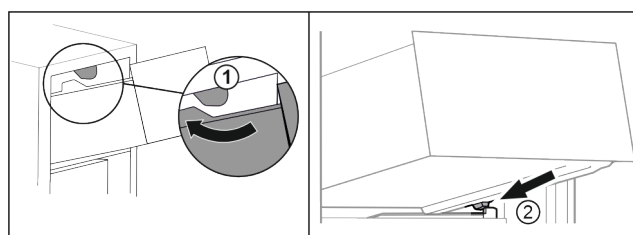

Fig. 94
- Introduzca el cajón rodeando los topes superiores. Fig. 94 (1)
- Coloque el cajón inclinado detrás de los topes inferiores sobre la nervadura para recipientes. Fig. 94 (2)